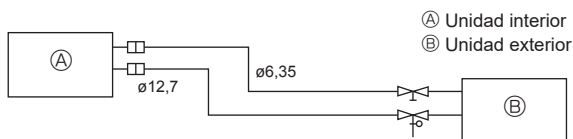

Fig. 5-2
(1) La tabla siguiente muestra las especificaciones de los tubos comercialmente disponibles. (Fig. 5-2)